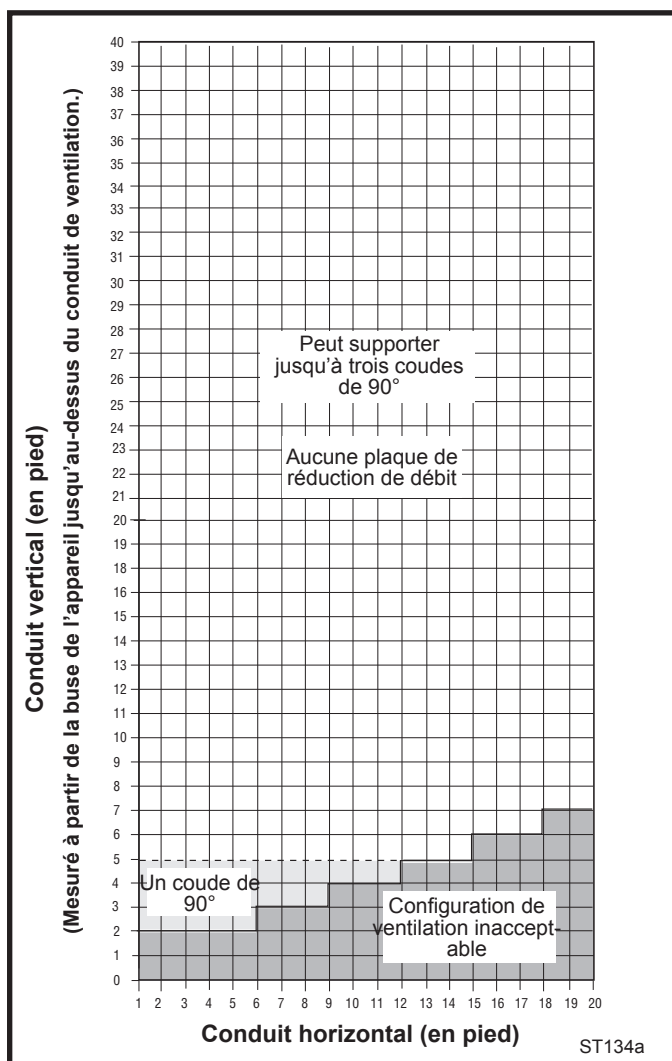

Fig. 7 Sortie du conduit de ventilation horizontal.
Le conduit de ventilation doit s'élever verticalement sur une hauteur minimum de 610 mm (24 po) au-dessus de la surface supérieure de l'appareil, avant le premier coude. La longueur de la section horizontale peut s'étendre sur 6 m (20 pi) et comprendre une section montante verticale pouvant mesurer jusqu'à 12 m (40 pi). (Fig. 7)
- La sortie des systèmes de ventilation faisant l'objet d'une approbation doit être égale ou supérieure aux valeurs marquées du trait épais de la Figure 7.